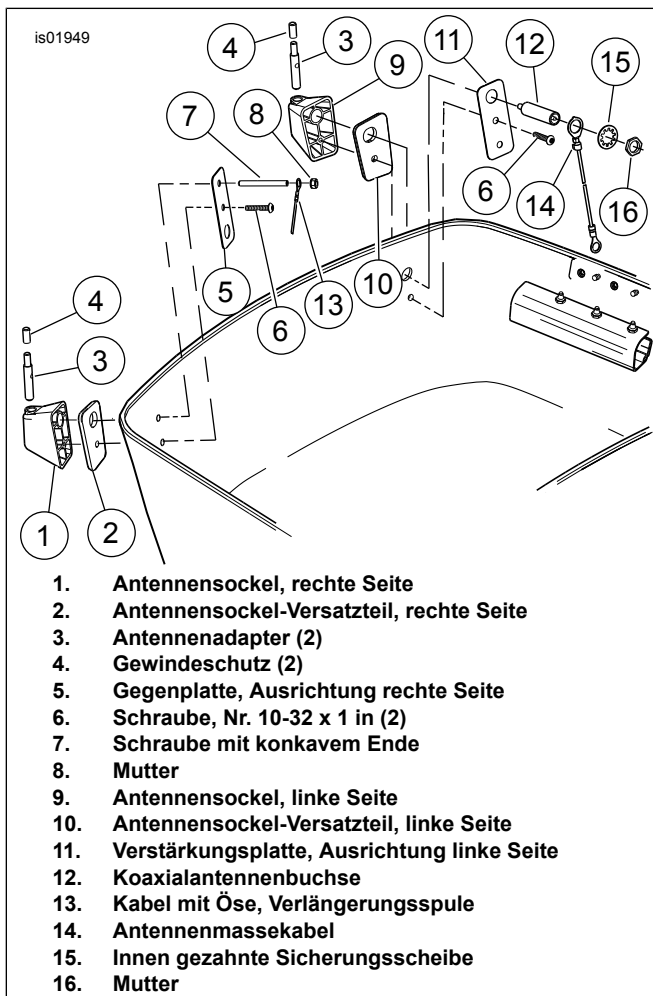

Abbildung 2. Einbau der Antennensockel
- Für Schritte 5-11 siehe Abbildung 2.
5. Den rechtsseitigen Antennensockel (1), einen Antennenadapter (3) und die Schraube mit konkavem Ende (7) aus dem Teilesatz entnehmen. Den Adapter wie abgebildet in den Sockel stecken. Das Gewindeloch im Adapter durch Drehen des Adapters auf das Loch im Sockel ausrichten und den Gewindestift in das Gewindeloch eindrehen. Den Gewindestift mit den Fingern anziehen.
6. Das rechtsseitige Antennensockel-Versatzteil (2) auf die Schraube mit konkavem Ende aufsetzen und den montierten rechtsseitigen Antennensockel am Tour-Pak anbringen. Die Verstärkungsplatte (5) in der abgebildeten Ausrichtung auf den Gewindestift aufsetzen und den Antennensockel mit der Schraube (6) befestigen. Die Schraube mit einem Drehmoment von 1,7 N·m (15 in-lbs) anziehen.
7. Das Verlängerungsspulenkabel mit Öse (13) auf die Schraube mit konkavem Ende (7) aufsetzen und mit der Mutter (8) befestigen. Die Mutter mit einem Drehmoment von 0,7 N·m (6 in-lbs) anziehen.
8. Den linksseitigen Antennensockel (9), einen Antennenadapter (3) und die Antennen-Koaxialbuchse (12) aus dem Teilesatz entnehmen. Den Adapter wie abgebildet in den Sockel stecken. Das Gewindeloch im Adapter durch Drehen des Adapters auf das Loch im Sockel ausrichten und die Koaxialbuchse in das Gewindeloch eindrehen. Die Koaxialbuchse mit den Fingern anziehen.
9. Das linksseitige Antennensockel-Versatzteil (10) auf die Antennen-Koaxialbuchse aufsetzen und den montierten Antennensockel am Tour-Pak befestigen. Die Verstärkungsplatte (11) in der abgebildeten Ausrichtung auf die Koaxialbuchse aufsetzen und den Antennensockel mit der Schraube (6) befestigen. Die Schraube mit einem Drehmoment von 1,7 N·m (15 in-lbs) anziehen.
10. Den größeren Ring des Massekabels (14) auf die Koaxialbuchse aufstecken und mit der innen gezahnten Sicherungsscheibe (15) und der Mutter (16) befestigen. Die Mutter mit einem Drehmoment von 1,1 N·m (10 in-lbs) anziehen.
11. Je einen Gewindeschutz (4) auf jedem der beiden Antennenadapter (3) anbringen. Sofern eine Antenne auf den Tour-Pak ummontiert wird, am rechtsseitigen Adapter keinen Gewindeschutz anbringen.